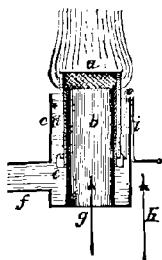

Fig. 62.
3. Argand ne quitta le Languedoc qu'à la fin de 1782. C'est pendant son séjour dans cette province qu'il inventa le bec qui porte son nom. Ce nouveau bec (*fig. 62*) était formé de deux tubes concentriques *b c*, réunis par leur extrémité inférieure.